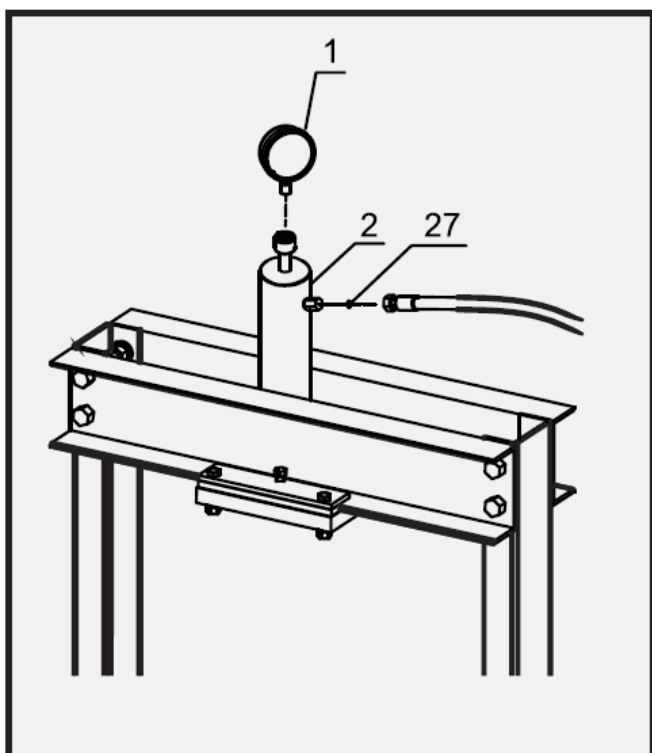

Рис. 7
8. Закрепите манометр (1) и шланг на силовом цилиндре с использованием уплотнительного кольца (27). См. рис. 7.